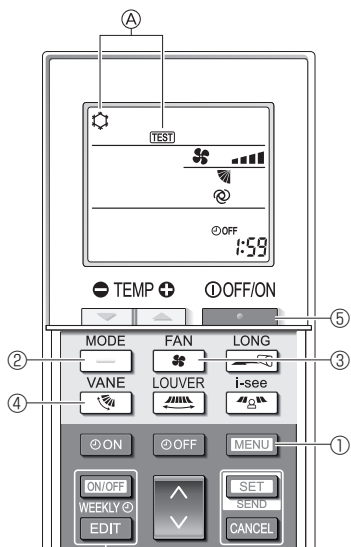

Fig. 8-5
- 2. Appuyez sur la touche **MENU** ① pendant 5 secondes. (Fig. 8-5) (Effectuez cette opération lorsque l'affichage de la télécommande est éteint.)
- 3. Appuyez sur la touche **MENU** ①. La mention (A) [TEST] et le mode de fonctionnement en cours sont affichés. (Fig. 8-5)
- 4. Appuyez sur la touche **MODE** ② pour activer le mode refroidissement, puis vérifiez que de l'air froid est soufflé par l'appareil.
- 5. Appuyez sur la touche **MODE** ② pour activer le mode chauffage, puis vérifiez que de l'air chaud est soufflé par l'appareil.
- 6. Appuyez sur la touche **FAN** ③ et vérifiez que la vitesse du ventilateur change.
- 7. Appuyez sur la touche **LONG** ④ et vérifiez que l'aillette automatique fonctionne correctement.
- 8. Appuyez sur la touche **ON/OFF** ⑤ pour terminer l'essai de fonctionnement. (Après deux heures, un signal sera émis pour arrêter l'essai de fonctionnement.)